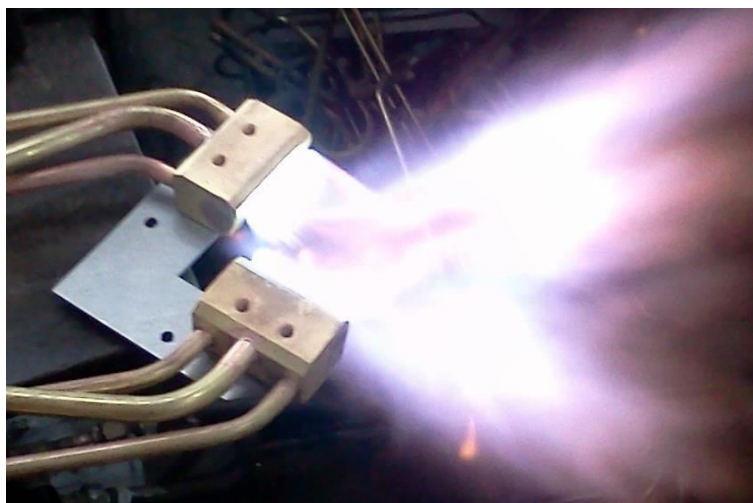

Рис.2 Горелка в работе
5.4 Откройте клапан горючего газа, зажгите газ, и открывайте клапан кислорода регулируя «нормальное» пламя. При «отрыве пламени» уменьшить расход кислорода и горючего газа. Подогревающая горелка в работе см. рис.2.